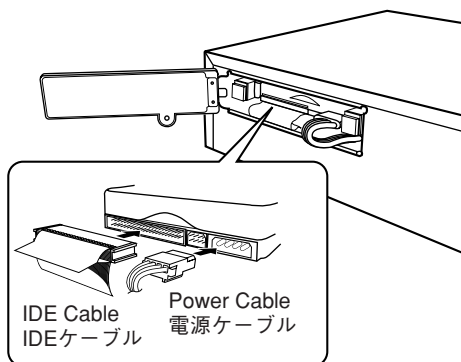

Fig. 14
- g. Push the HDD tray and connect the IDE cable and the power cable. (Fig. 14)
- g. HDDトレイを奥に押し込み、IDEケーブルと電源ケーブルを差し込みます。(Fig. 14)